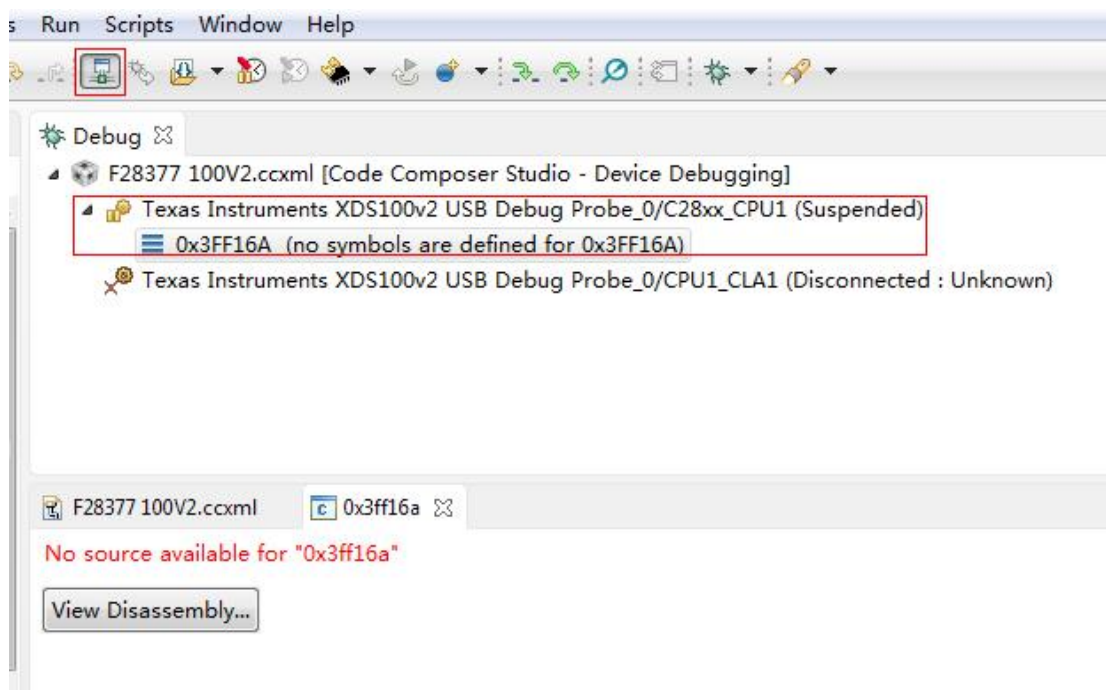

图 3-16-1 连接界面
- (1) 首先将 CCS6.1 开发环境打开;
- (2) 接着把仿真器的 USB 与电脑进行连接, 将仿真器的另一端 JATG 端插到 YX-F28377 开发板的 JATG 针处 (注意仿真器插入方向, 请仔细核对防差错针的位置);
- (3) 连接目标板, 出现如下图 3-16-1 则表示连接成功;